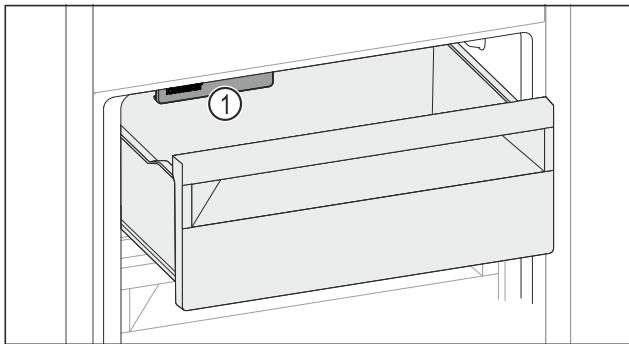

Fig. 162
► Tenez compte de l'IceMaker Fig. 162 (1).